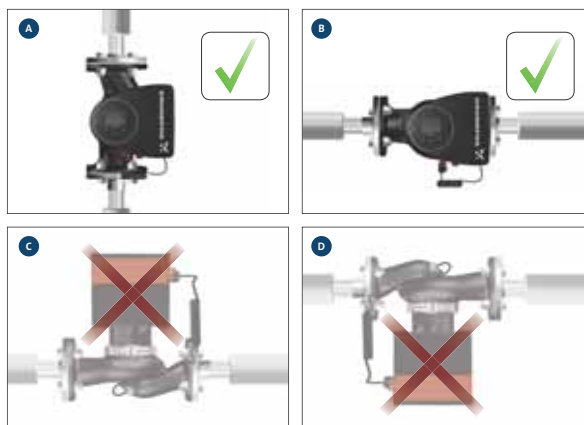

Fig. 5 Pumpe monteret med vandret motoraksel
- Pumpe monteret korrekt i et lodret rør. Se fig. 5 (A).
- Pumpe monteret korrekt i et vandret rør. Se fig. 5 (B).
- Monter ikke pumpen med lodret motoraksel. Se fig. 5 (C og D).